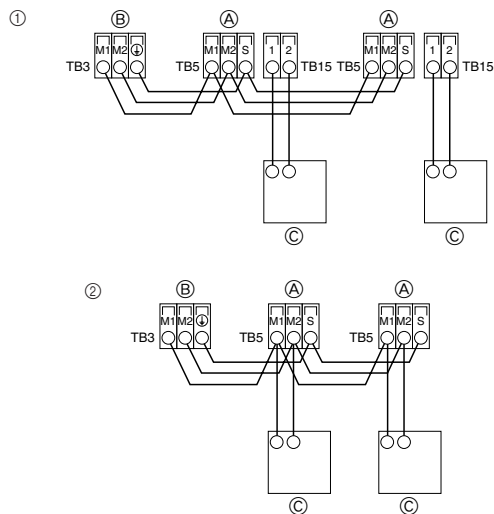

Fig. 6-2
6.2. Σύνδεση ελεγκτού εξ αποστάσεως, καλωδίων μεταφοράς εξωτερικών και εσωτερικών μονάδων (Fig. 6-2)
① Ελεγκτής εξ αποστάσεως MA
② Ελεγκτής εξ αποστάσεως M-NET